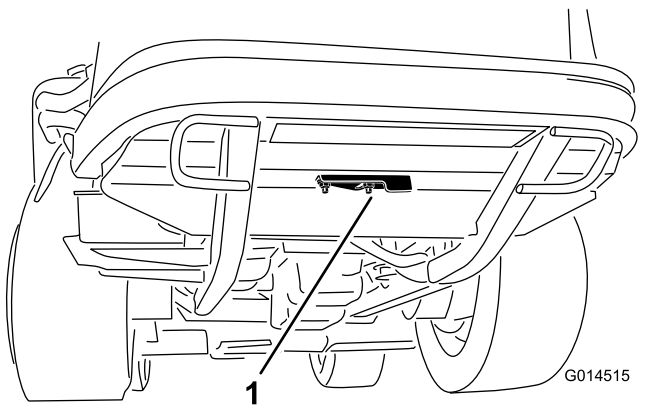

Figure 61
2. Desserrez l'écrou à embase qui fixe le couvercle de nettoyage à la face inférieure du cadre arrière (Figure 61). Faites pivoter le couvercle sur le côté pour exposer le trou de nettoyage dans le cadre.